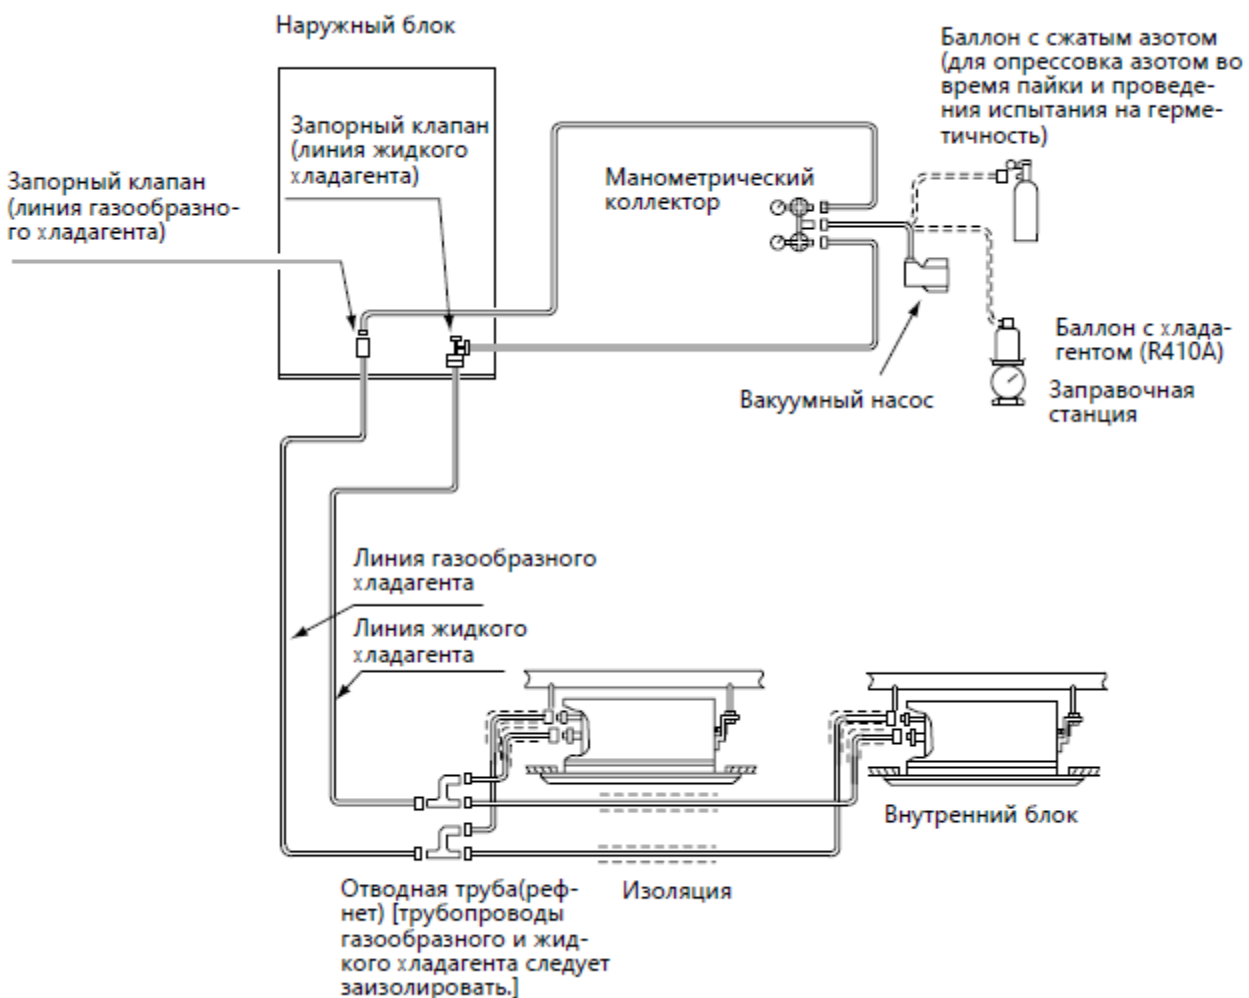

Рис. 12.1. Тест на герметичность
1. Необходима защитная изоляция запорного клапана линии газообразного хладагента, не допускается прямая опрессовка (как показано на Рис.12.1)